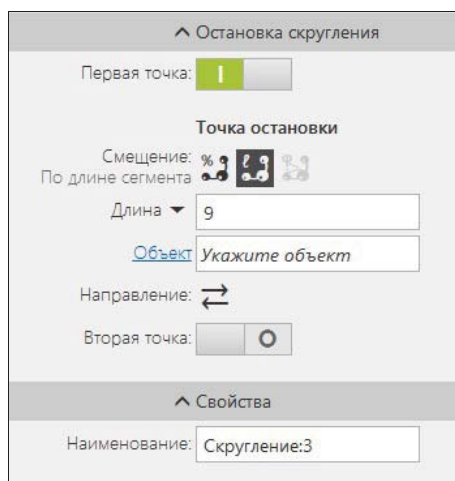

Рис. 21.5. Секция остановка скругления
- ◆ раскройте секцию **Остановка скругления** (рис. 21.5);